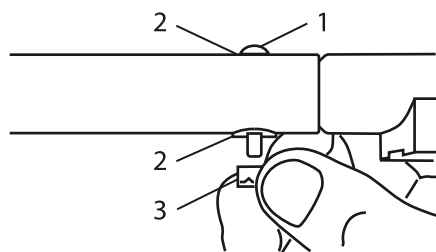

Рис. 3
2. Вставьте винт с шайбами и шестигранной гайкой через отверстия А и В в последовательности из: винт, шайба, основание подставки, шайба, а затем шестигранная гайка (рис.3).